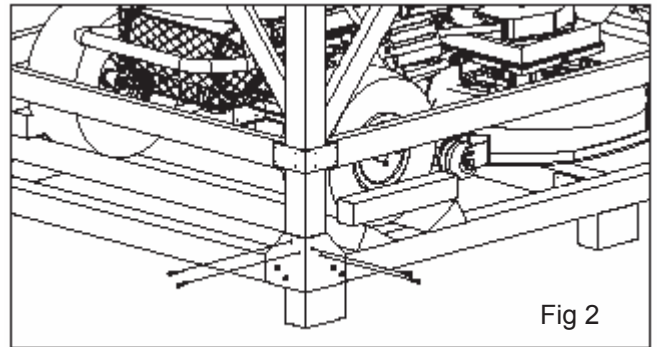

Fig 2
2. Défaites la vis aux 4 coins. (Fig 2)